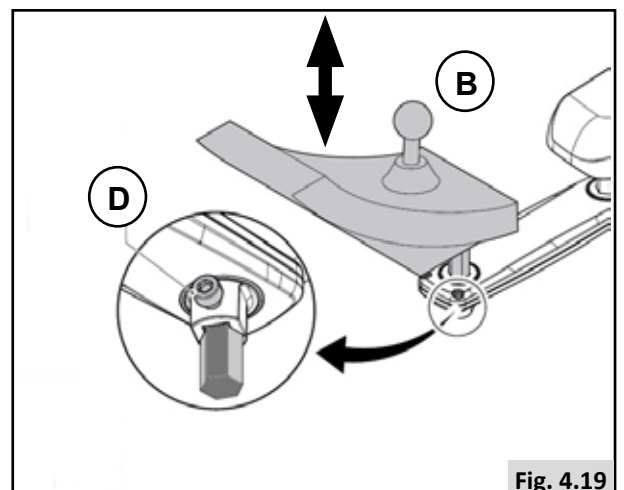

Fig. 4.19
Cómo establecer la altura del mando de control (2) (Fig. 4.19).
1. Afloje (D).
2. Deslice (B) hacia la posición deseada.
3. Ajuste (D).